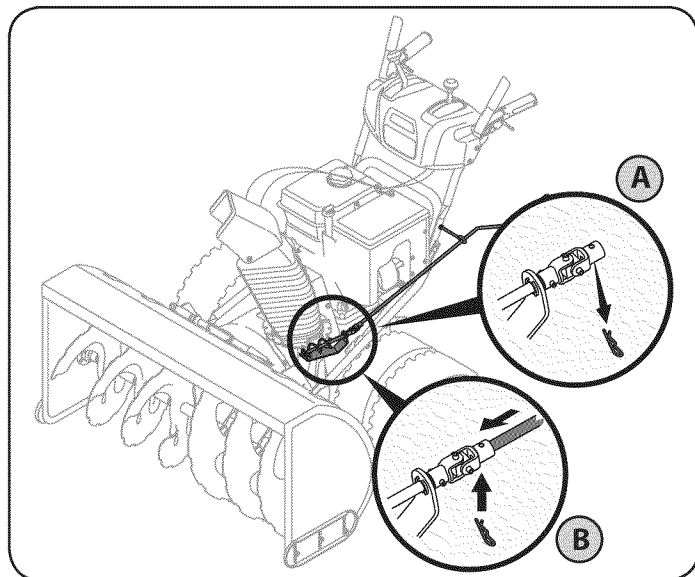

Figure 4
1. Retire el broche de horquilla del control espiral como se muestra en la Fig. 4.
2. Inserte la varilla de control direccional del canal dentro del accesorio sobre el control espiral como se ve en la Fig. 4.